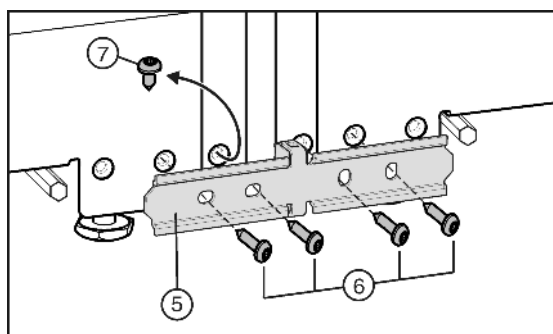

Fig. 6
- ▶ Če ima vaš aparat že predhodno nameščen vijak Fig. 6 (7): Odvijte vijak.
- ▶ Povezovalno ploščo Fig. 6 (5) z dvema vijakoma ohlapno privijte Fig. 6 (6) na en aparat.